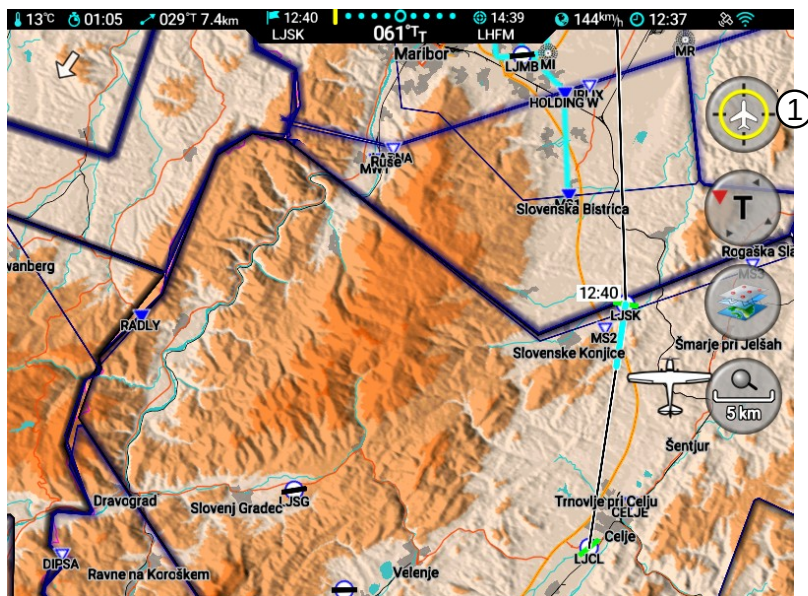

FIGURE 2.7 – Illustration de l'écran de navigation en mode panoramique.
Un appui long sur la carte met la carte en mode panoramique. Elle ajoute également un symbole de bouton d'accueil sur la carte et supprime tous les éléments inutiles. Une fois la carte en mode panoramique, elle peut être facilement déplacée. La figure 2.7 en montre un exemple.
Une pression sur le bouton d'accueil, indiquée par le symbole ① sur la figure 2.7, rétablit la carte de navigation standard.